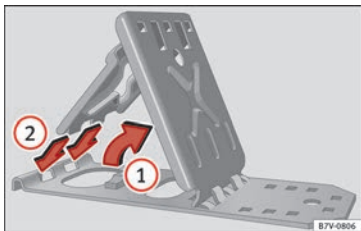

Abb. 100 Klappkeile ausklappen.
- Stützplatte anheben »» Abb. 100 ①.
- Beide „Nasen“ der Fixierungsplatte ganz in die Langlöcher der Stützplatte stecken ②.